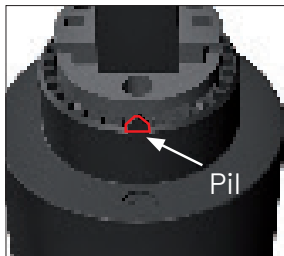

Bild 1. På ovansidan av insatsen sitter pilen som skall peka på önskat läge på varmvattenringen.
7. Roter ringen motsols så att markering för önskad inställning är direkt ovanför pilen på insatsen (Bild 1). Du kan behöva vrida spaken (Bild 3) så att ringen går att trycka fast i önskat läge.